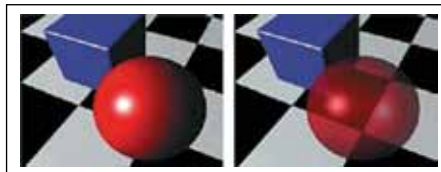

Рис. 5. Эффект альфа-смешивания
3. Альфа-смешивание. Метод, сочетающий альфа-канал с другими слоями в изображении, чтобы создать видимость полупрозрачности (рис. 5). Можно включить автоматическое альфа-смешивание с помощью команды GUI_EnableAlpha (). Также можно установить уровень значения альфа, чтобы определить, сколько пикселей должно быть видно и сколько фона должно быть показано через них (команда GUI_SetUserAlpha ().